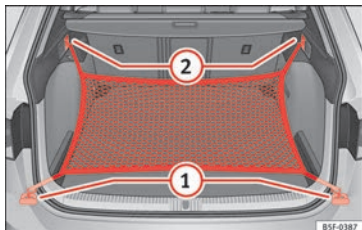

Fig. 182 Dans le coffre à bagages : œillets (1) et crochets (2) pour accrocher le sac pour filet (modèle LEON ST).
- Fixez les crochets courts du filet aux œillets d'amarrage » fig. 182 (1) » ⚠. La fermeture à glissière du sac doit rester vers le haut.
- Fixez les rubans aux crochets pour accrocher des sacs (2).